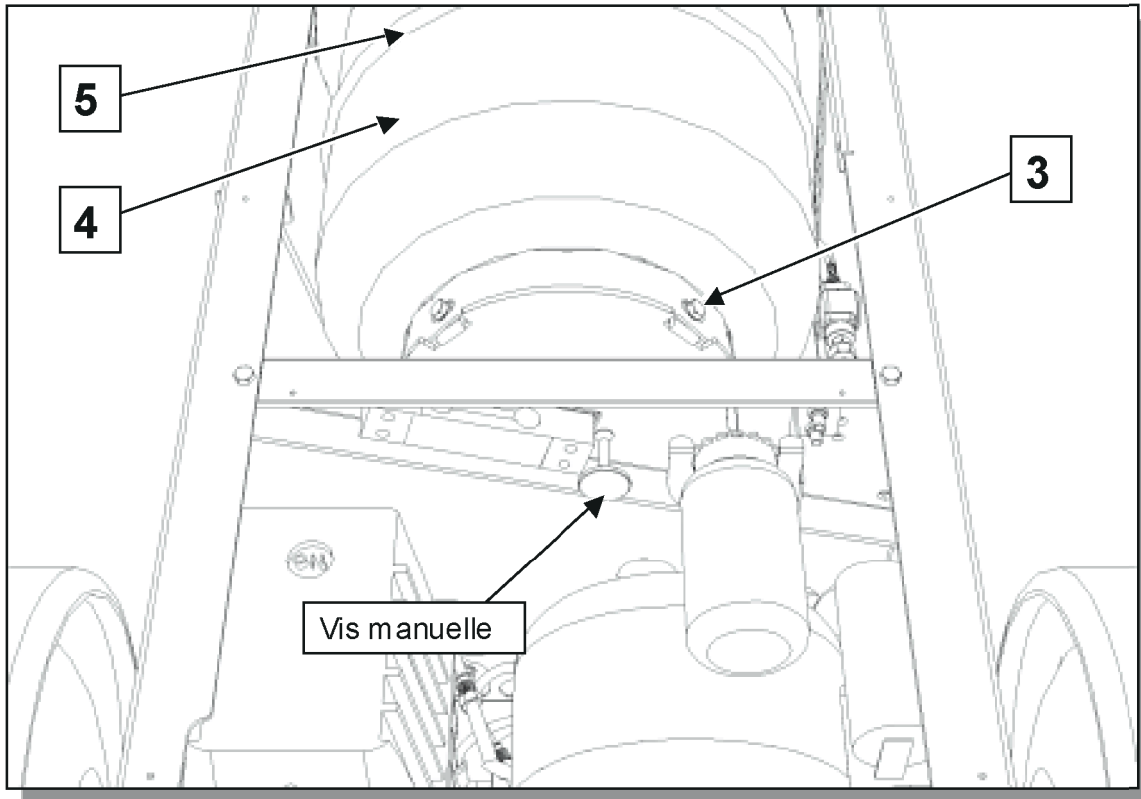

Fig. 9: protection cellule de charge
3. Desserrer la vis de sécurité de la balance (Fig 9) qui avait été placée sous le plateau de la balance pour éviter tout endommagement de celle-ci pendant le transport. Tourner opposé dans le sens des aiguilles d'une montre six virages pleins.